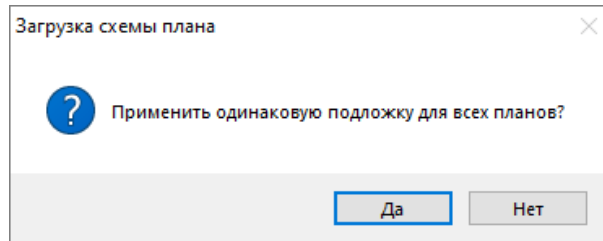

Рисунок 6-546 Окно «Загрузка схемы плана»
- Если в диалоговом окне «Добавление плана» для свойства «Кол-во копий» задано значение, отличное от «1», то после нажатия кнопки «ОК» отобразится окно «Загрузка схемы плана» (см. Рисунок 6-546), в котором: